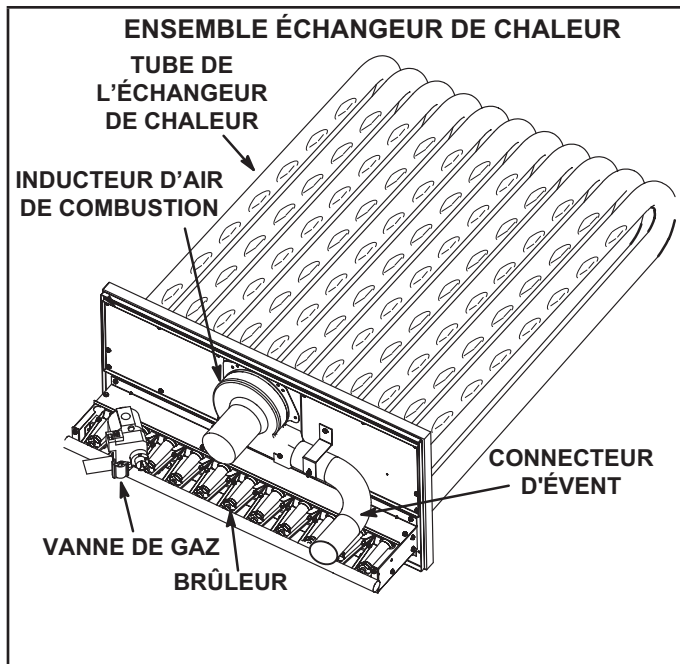

FIGURE 38
- 3 - Retirez et conservez les vis fixant l'inducteur d'air de combustion sur la boîte à fumée. Retirez et conservez les deux vis de fixation de la patte supportant le connecteur d'évacuation. Reportez-vous à la FIGURE 38.